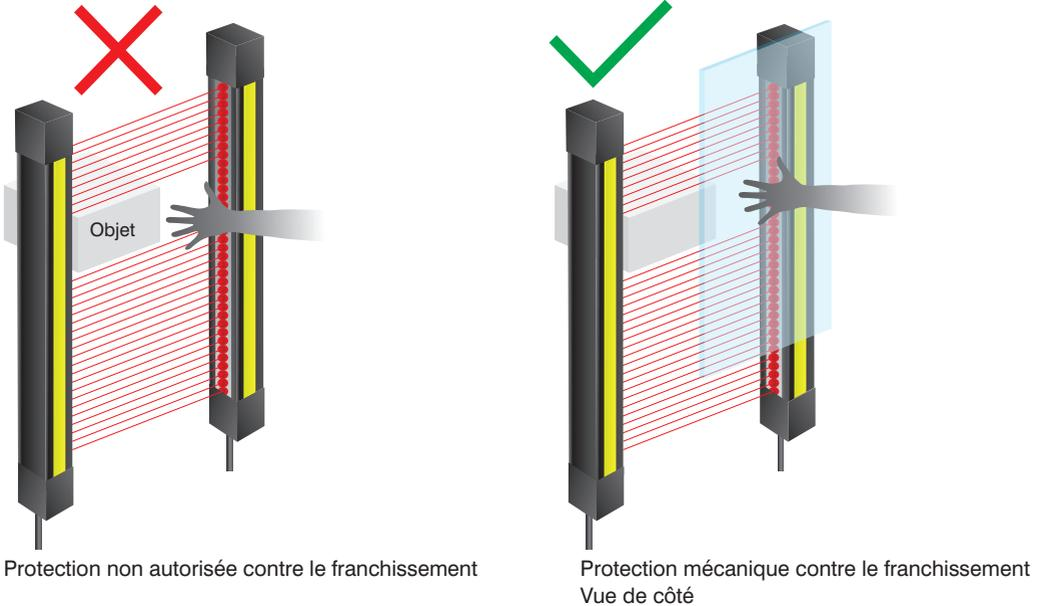

Figure 19: Protection nécessaire en cas d'utilisation de la fonction d'occultation
- Des mesures supplémentaires, telles qu'une protection mécanique (voir Figure 19), doivent être prises pour prévenir l'intrusion à travers les faisceaux masqués. Il ne doit pas être possible d'atteindre l'« ombre » de l'objet.